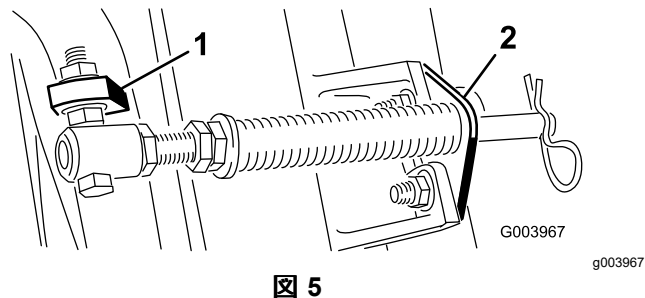

図 5
- D. カッティングユニットのタブにロッドブラケットを取り付け、キャリッジボルト2本とナットで固定する 図 5。